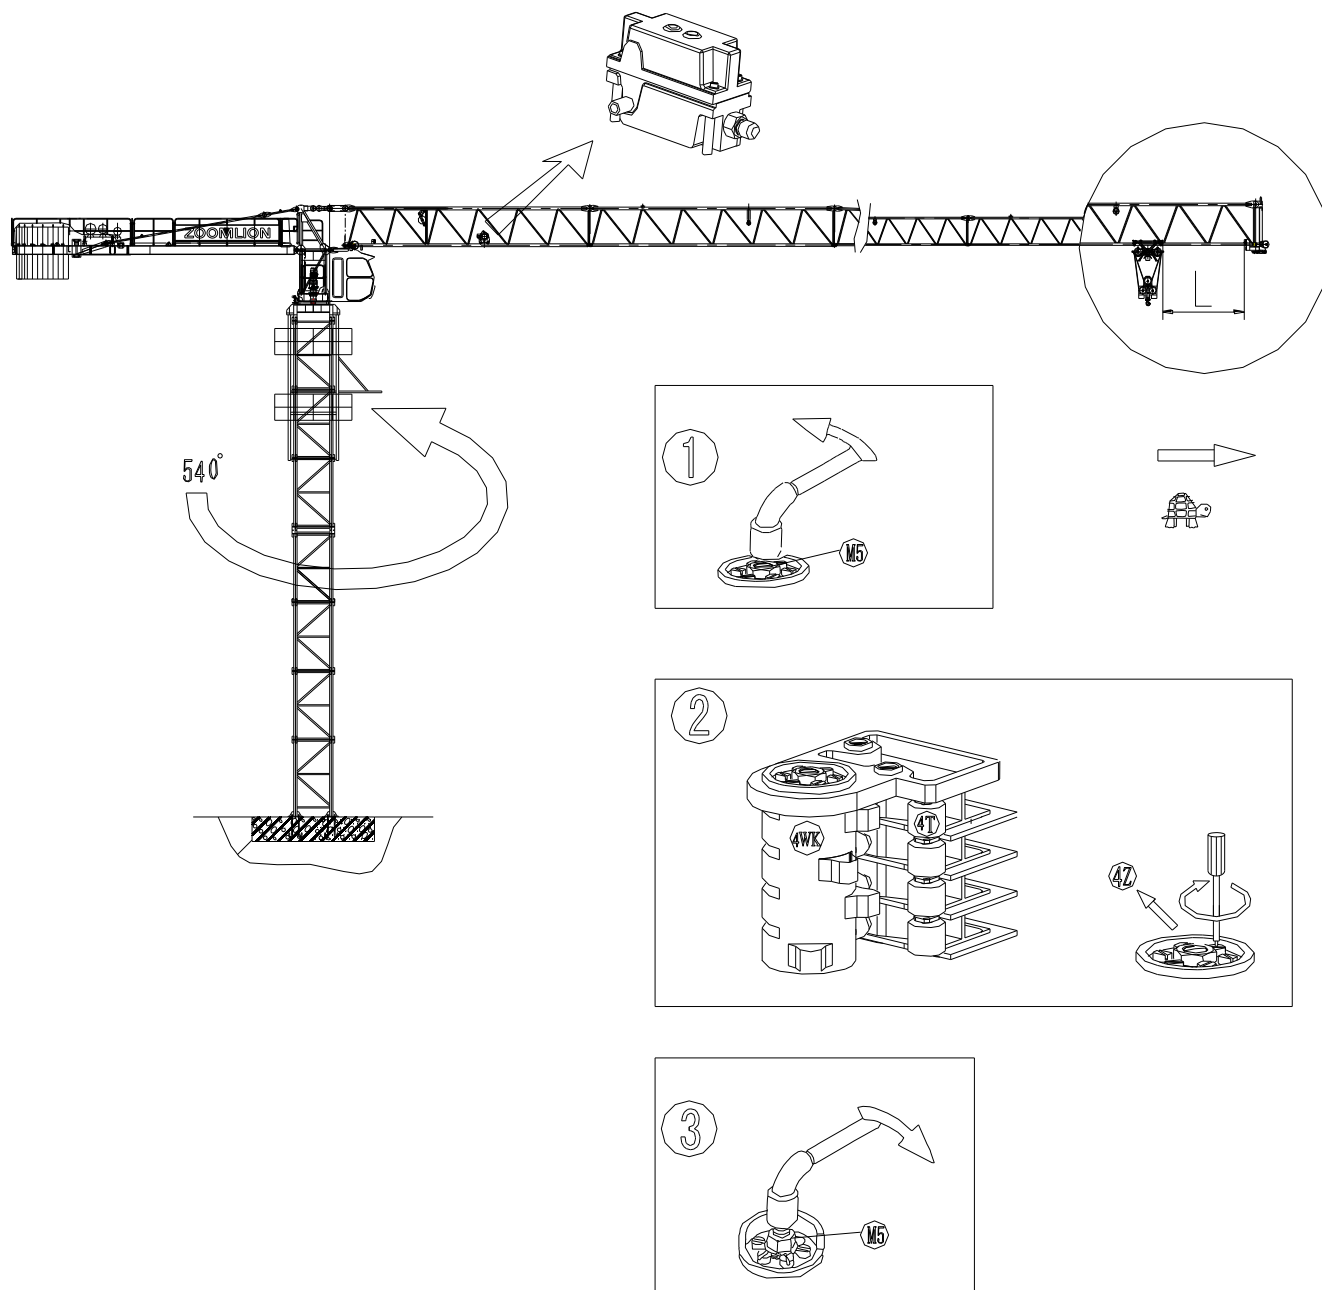

图 9.4-3 回转左限位
- (1) 在电缆处于自由状态时调整回转限位器；
- (2) 向左回转 540° (1.5 圈)，调动调整轴(4Z)使长凸轮(4T)动作至使微动开关(4WK)瞬时换接，然后拧紧 M5 螺母，如图 9.4-3 所示：